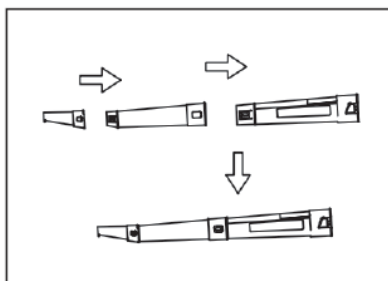

Fig.2
• Bauen Sie das dreiteilige Blasrohr (5) wie abgebildet zusammen (Abb. 2). Die Teile rasten fühlbar ein.